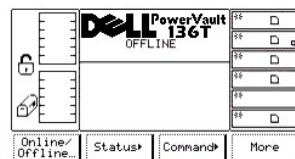

**Figure 3. Dialogue Offline Confirmation**
- 1 Si la touche de fonction **Change** est enfoncée, la Figure 3 s'affiche.